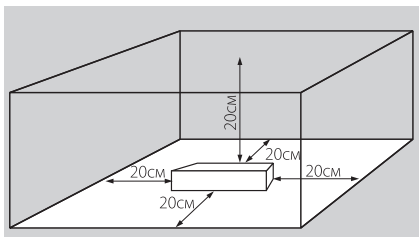

Рис. 1
- 4.3. Для естественной вентиляции обеспечьте свободное пространство вокруг источника питания не менее 20 см, как изображено на Рис.1. При невозможности обеспечить свободное пространство используйте принудительную вентиляцию.